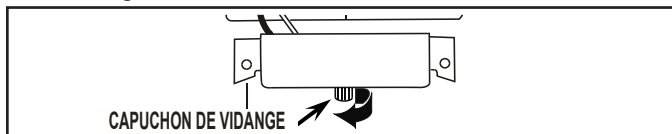

FIGURE 1
4. Dévisser le capuchon de vidange du bas du bac à eau situé à l'intérieur du bac d'entreposage. Laisser l'eau se vidanger complètement. Remplacer le capuchon de vidange. Voir Figure 1.